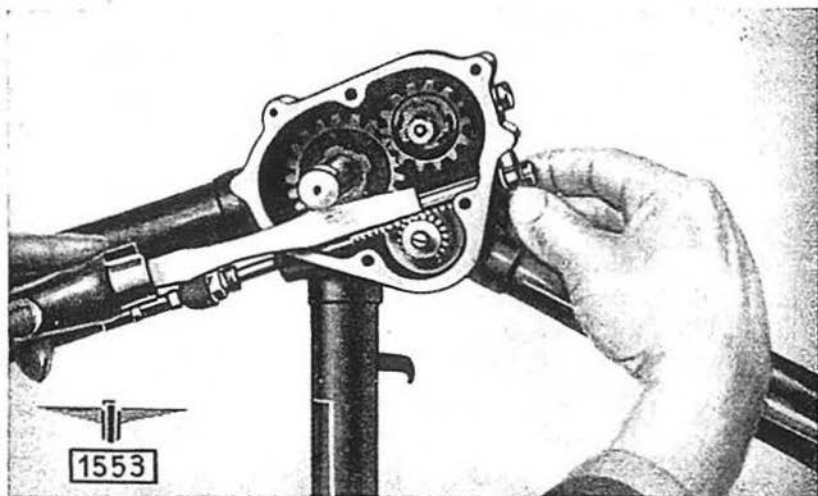

Abb. 5. Flansch mit Führung herausdrücken.
10. Beide Schlitzschrauben am Zahnstangenführungsflansch unten am Gehäuse abschrauben. Flansch mit Führung herausdrücken. **Nicht drehen.** (Abb. 5.)